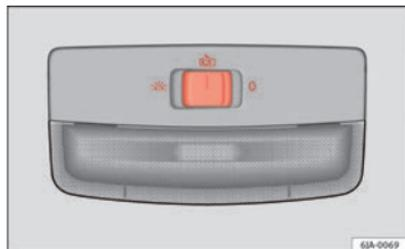

Fig. 60 Iluminación del interior – variante 2
- Gire el mando de las luces hasta la posición ☞ ⇒ fig. 60.